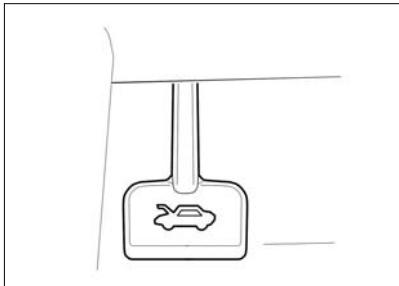
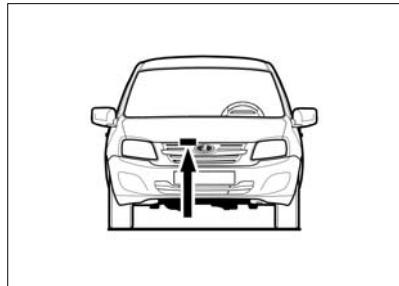
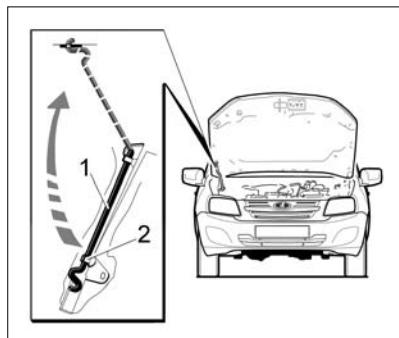
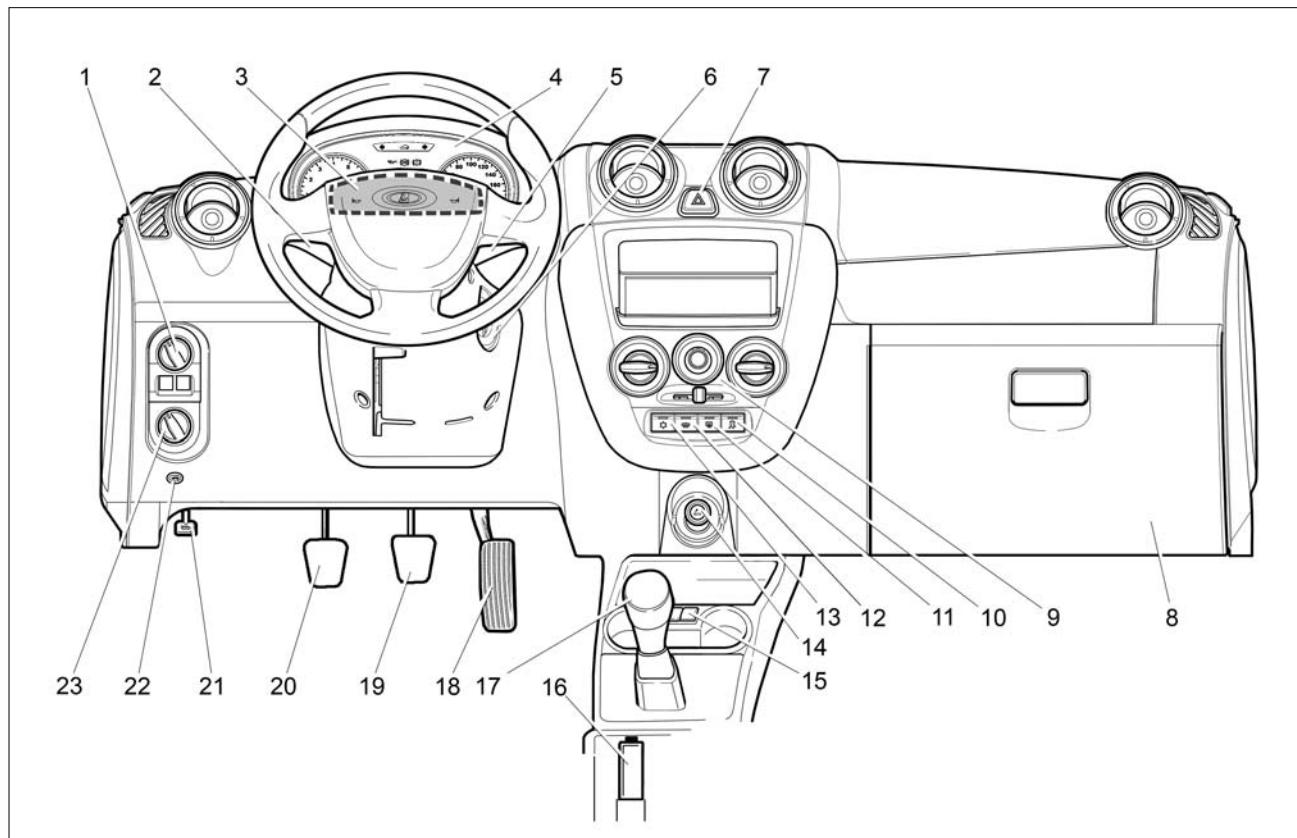

Рис. 22. Рукоятка открывания капота
Рис. 23. Лапка предохранительного крючка
Рис. 24. Открывание капота
Рис. 28. Органы управления и приборы
Для доступа в моторный отсек потяните на себя рукоятку  (рис. 22), расположенную с левой стороны панели приборов под модулем управления светотехникой (см. рис. 28), приподнимите капот и через образовавшуюся щель **отожмите вправо лапку предохранительного крючка** (рис. 23). Поднимите капот и установите упор 1 (рис. 24) в специальное гнездо капота, как показано на рисунке. Для удобства фиксации при этом не рекомендуется чрезмерно отводить капот (более 10 сантиметров) от верхнего конца выставленного упора 1.
1. Активация звукового сигнала осуществляется путем нажатия на крышку модуля в верхней части, в зоне, обозначенной штрихпунктирной линией (рис. 28).
сигнал ниже рекомендованной зоны, выделенной штрихпунктирной линией (рис. 28). Принятые меры по корректному обращению со звуковым сигналом продлят срок службы модуля НПБВ и надолго сохранят его товарный вид. В случае непринятия Вами рекомендаций по корректной активации звукового сигнала изготовитель не несет ответственности за дальнейшее состояние и эксплуатационные характеристики модуля НПБВ Вашего автомобиля.